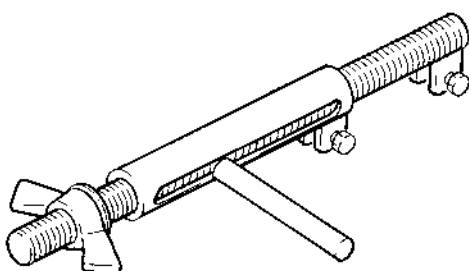

fig. 180
- En échangeant le câble, pour éviter que le ressort de câble ne soit projeté, utiliser **IMPÉRATIVEMENT** un dispositif de serrage de ressort (fig. 180) dispositif auprès du centre de service et d'assistance de DONATI SOLLEVAMENTI S.r.l.
10. Démonter le ressort de serrage -19- avec un dispositif de serrage spécial -T- (fig. 180) et utiliser une pince pour ôter le clip -20- (fig. 188).
9. Démonter le ressort de serrage -19- avec un dispositif de serrage spécial -T- (fig. 180) et utiliser une pince pour ôter le clip -20- (fig. 188).